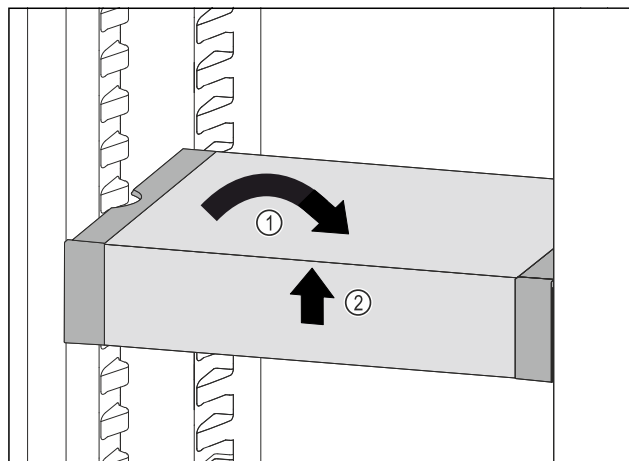

Fig. 129
- ▶ Изправете VarioSafe. Fig. 129 (1)
- ▶ Повдигнете VarioSafe отпред. Fig. 129 (2)